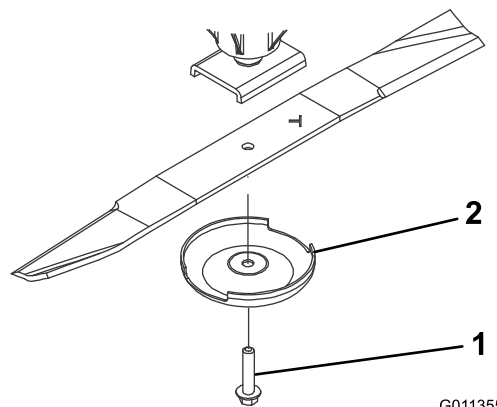

Bild 70
3. Halten Sie das Ende des Messers mit einem dicken Handschuh oder Tuch fest und entfernen Sie die Messerschraube, Antiskalpierkuppe und das Messer von der Spindelwelle (Bild 70).
4. Verwenden Sie die Antiskalpierkuppe und die Messerschraube, um das Messer mit dem Flügel in Richtung Mähwerk zu montieren (Bild 70).